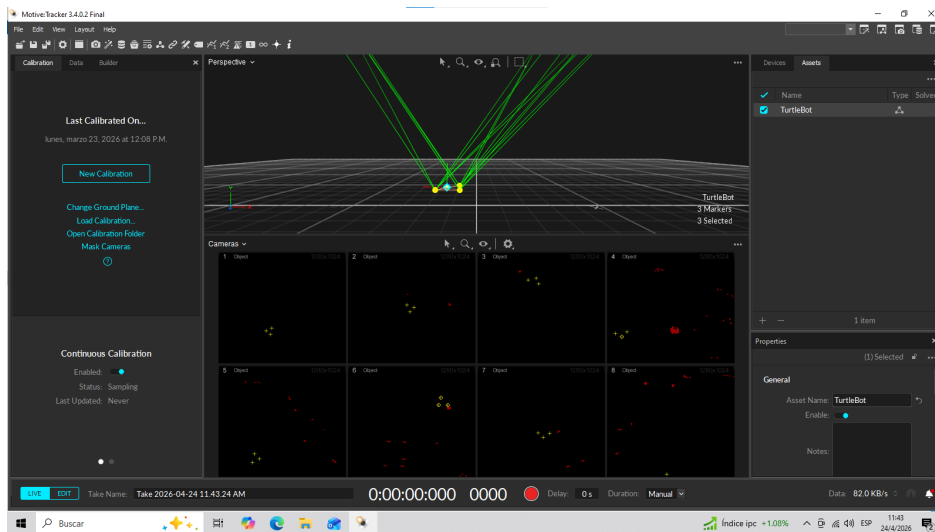

Figura 25: Rigid Body creado y listado en el panel *Assets*.
**Paso 4:** Motive creará el Rigid Body y lo listará en el panel **Assets**, ubicado en el panel lateral (Figura 25). Se asignará un nombre por defecto que puede editarse haciendo doble clic sobre él.